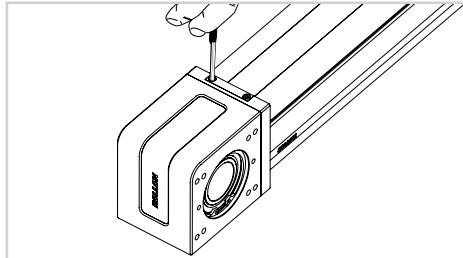

図 4
- 3) ロックプレートを分解して、ベルトをドライブヘッドから外します(図 4)。